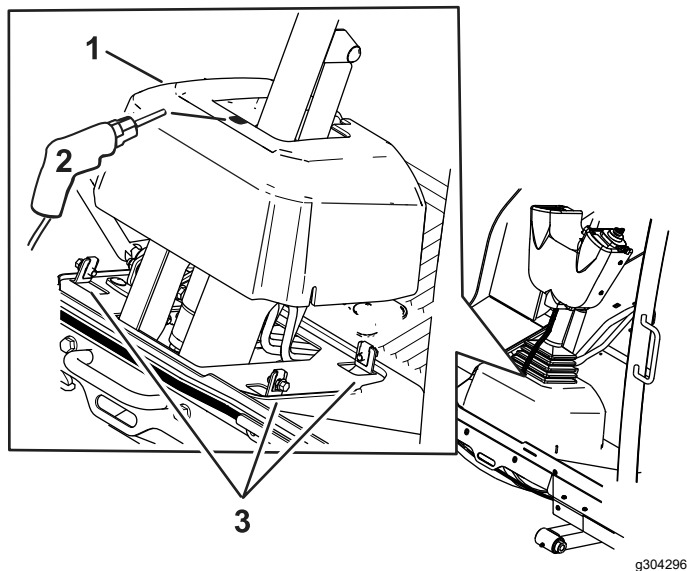

Figura 8
8. Desaperte os parafusos em redor da base da coluna da direção (Figura 8).
9. Eleve a base e faça um furo de 22 mm como se mostra na Figura 8.